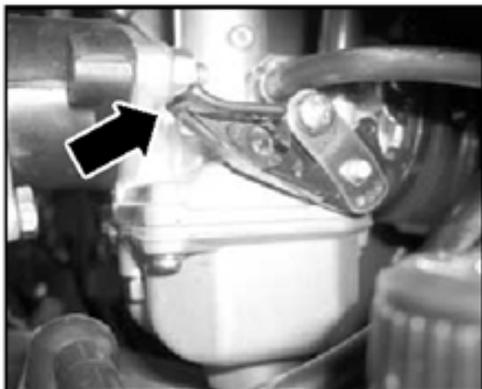

Fig. 1.
1. Puxe completamente a alavanca do starter como indica a fig. 1.